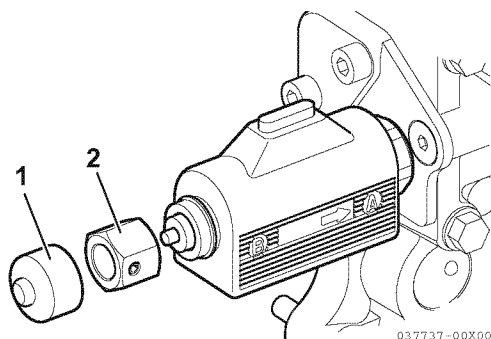

Figura 8
1. Con los motores parados, quite la tapa (1, **Figura 8**), y la tuerca de emergencia (2, **Figura 8**).